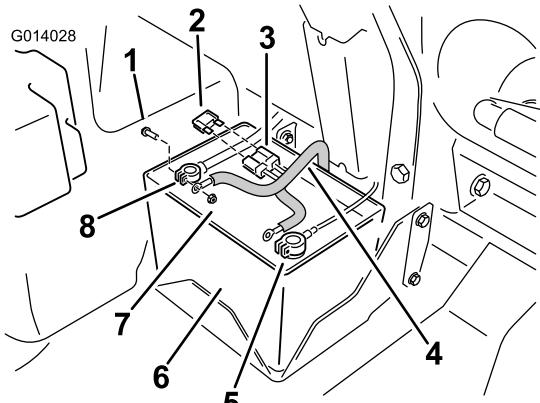

Figura 17
- Attaccate il morsetto positivo rosso ad anello presente sul cablaggio elettrico all'elemento di fissaggio del cavo rosso della batteria (Figura 17).
5. Collegate il morsetto negativo nero ad anello al cavo negativo della batteria (Figura 17).
8. A livello della batteria, installate il fusibile nel connettore libero del cablaggio (Figura 17).